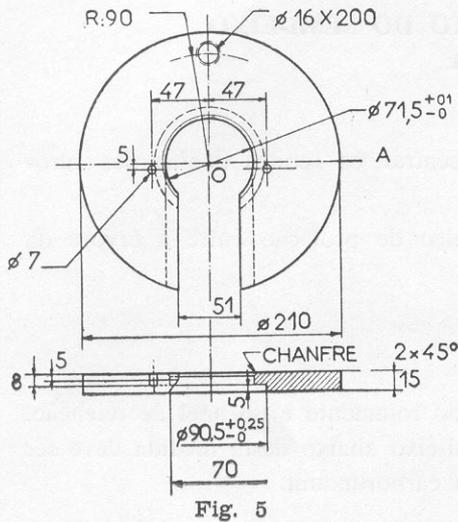

Fig. 5
- Parafuse e bloqueie uma coluna comprida (vêr fig. 3) na placa de apôio (fig. 5).